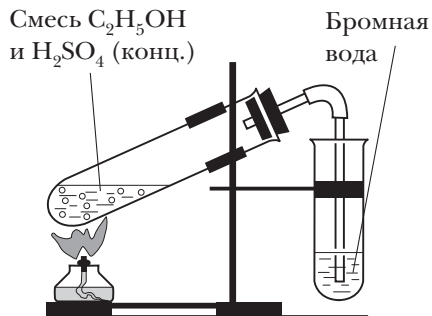

Рис. 71. Получение этилена
Закройте пробирку пробкой с газоотводной трубкой, закрепите её в лапке штатива и осторожно нагрейте (рис. 71).
1. Поместите в пробирку 2–3 г ацетата натрия и прилейте 1,5–2 мл концентрированной серной кислоты. Пробирку закройте пробкой с газоотводной трубкой, закрепите пробирку на лапке штатива и опустите конец газоотводной трубки в другую пробирку (рис. 71). Смесь нагревайте над пламенем спиртовки до тех пор, пока в пробирке-приёмнике не соберётся 1–2 мл жидкости.